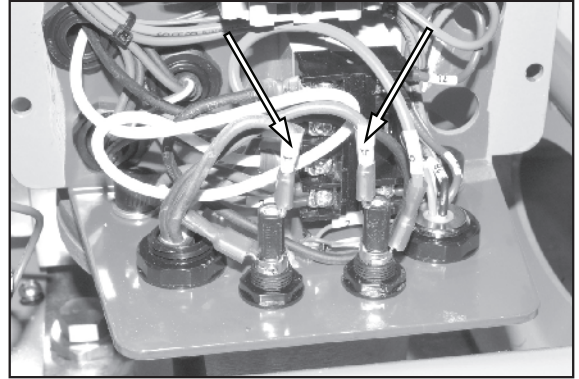

Figura 18.
3. Vedere la Figura 18. Scollegare i due conduttori di alimentazione.